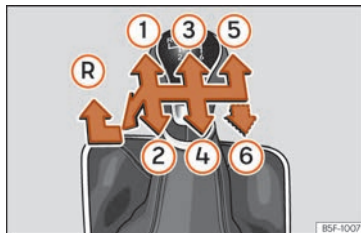

Abb. 55 Schaltschema bei einem 5-Gang bzw. 6-Gang Schaltgetriebe
Auf dem Schalthebel sind die Positionen der einzelnen Fahrgänge dargestellt **»» Abb. 55**.
- Schalthebel auf Leerlauf stellen und nach unten drücken, ganz nach links und dann nach vorne schieben, um den Rückwärtsgang **»» Abb. 55 R** einzulegen.